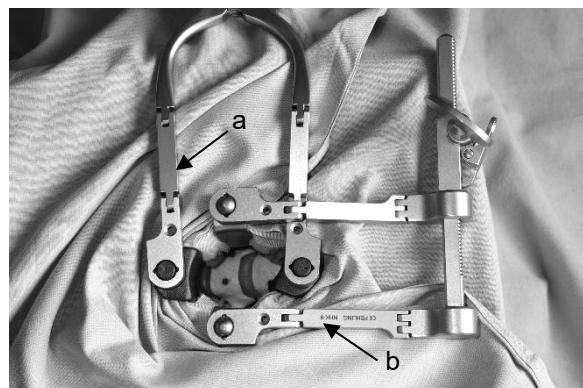

Abb. 4
1. Bevor der CASPAR Distraktor eingesetzt werden kann, ist das OP-Feld entsprechend zu präparieren (Abb. 4). Darauf wird im Weiteren nicht näher eingegangen.
In Abbildung 4 werden der ATLAS HWS-Spreizer Längsversion mit Doppelgelenk NHL-1 (a) und der ATLAS HWS-Spreizer Querversion mit Doppelgelenk NHK-9 (b) verwendet, um das umliegende Gewebe zu distrahieren.